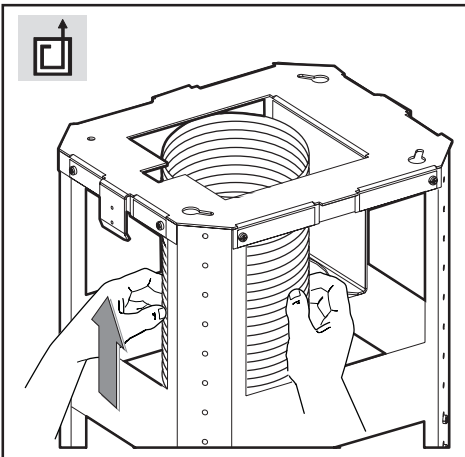

Fig.7
-Insugande version: fäst slangen i hålet för luftuttömning, se (Fig.7).